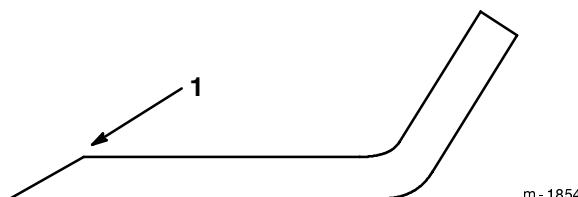

Figure 32
1. Au moyen d'une lime, aiguiser les arêtes de coupe aux deux bouts de la lame (Fig. 32) en veillant à conserver l'angle de coupe d'origine. Limer la même quantité de métal sur chacune des deux arêtes pour ne pas déséquilibrer la lame.